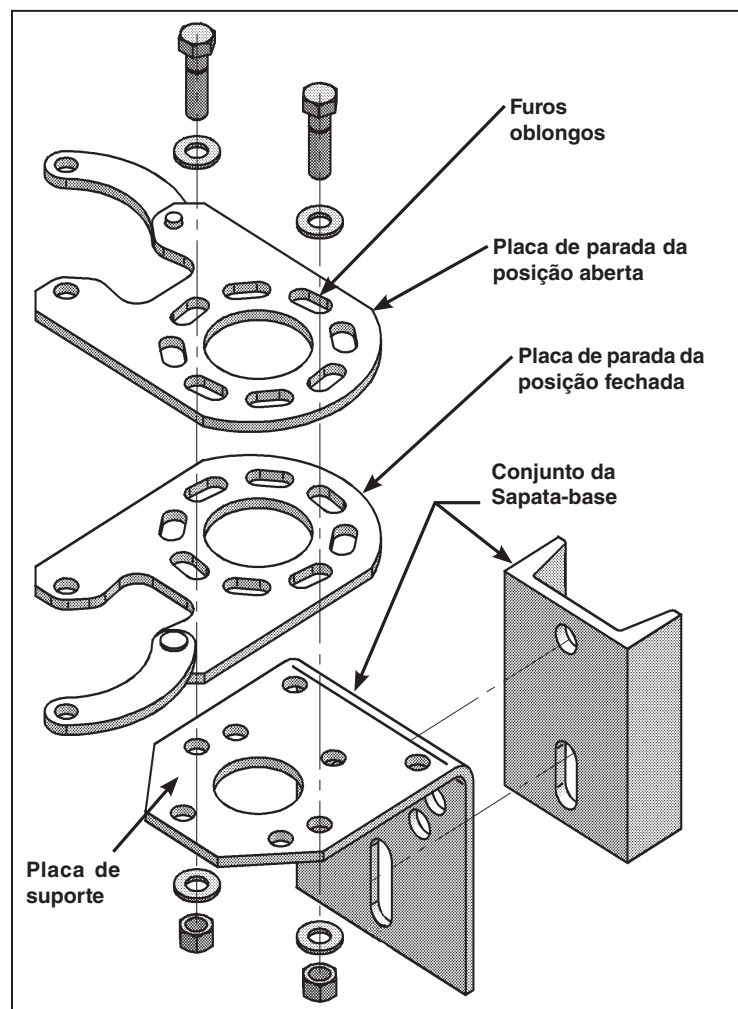

Figura 35. Vista explodida das placas de parada e da sapata-base.
PASSO 35. Afrouxe os parafusos que prendem as placas de parada ajustáveis à placa de suporte da sapata-base. Ver Figura 35. Coloque a chave na posição completamente **Aberta** e ajuste a placa de parada da posição aberta de forma que a alavanca, quando abaixada, encaixa no rasgo da posição aberta. Na placa de suporte, marque o ponto de localização da placa de parada da posição aberta.
- (a) Afrouxe as peças que prendem a placa de parada da posição fechada. Ver Figura 35.